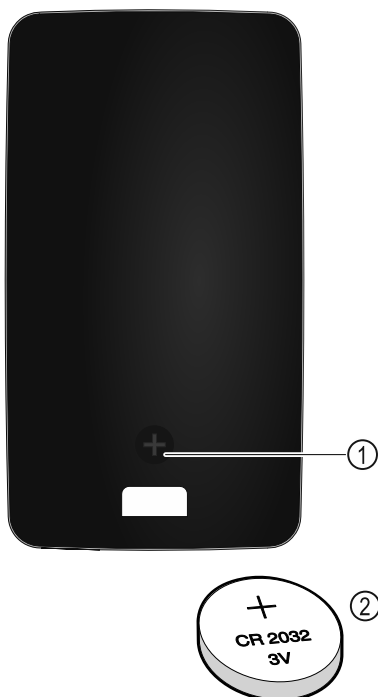

Fig. 223
Strømforsyningen til fjernkontrollen skjer via et batteri av type CR 2032 med 3 V Fig. 223 (2), som kan kjøpes i faghandelen.
- Skru ut skruen Fig. 223 (1) på baksiden av fjernkontrollen.